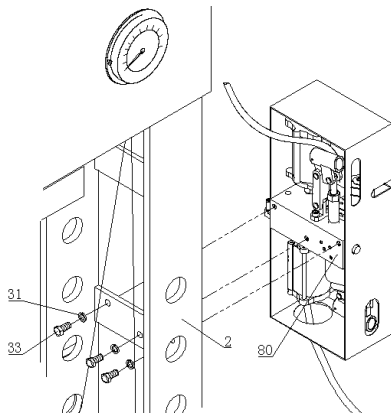

Fig. 1
Fixar a unidade da bomba (80) no suporte da coluna com parafusos sextavados M12x25 (33) e anilhas Ø12 (31). (ver Fig. 1)